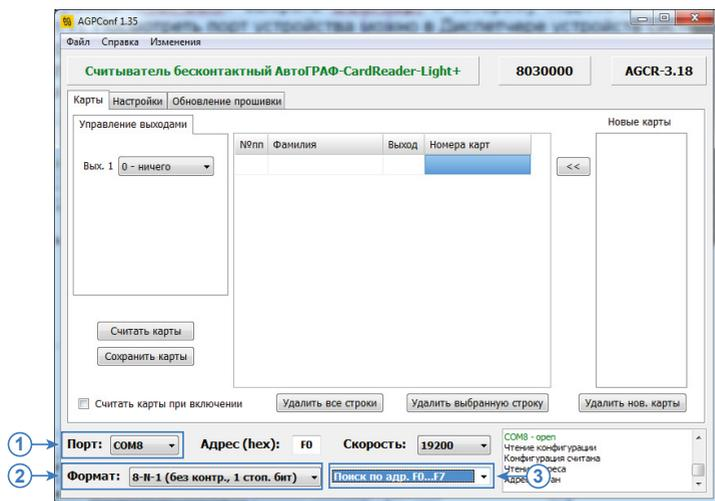

Рис.2. Поиск по адресам от F0 до F7.
- в программе «AGPConf» выбрать COM-порт к которому подключен считыватель (Рис.2, п.1). Посмотреть порт устройства можно в Диспетчере устройств системы;
- выбрать диапазон адресов считывателей «АвтоГРАФ-Light/Light+» – Поиск по адресам F0...F7 (Рис.2, п.2);